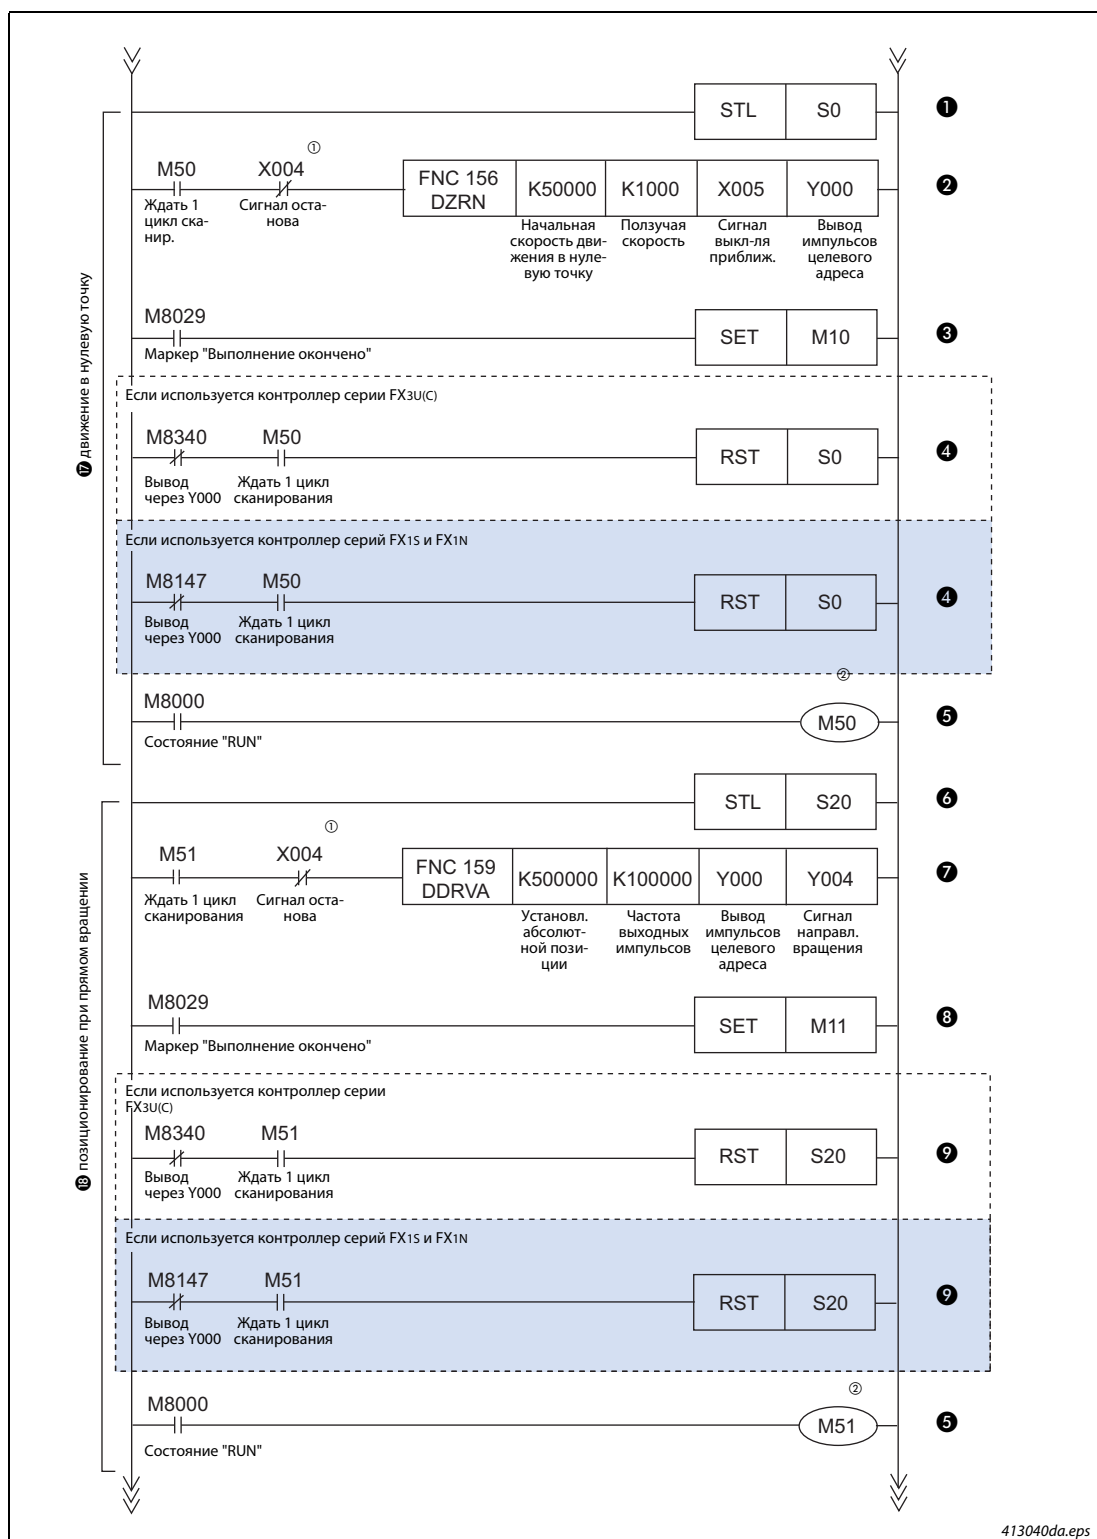

Рис. 4-3: Пример программы в виде релейно-контактной схемы (3)
Таб. 4-5: Описание релейно-контактной схемы, изображенной на рис. 4-3 (2)